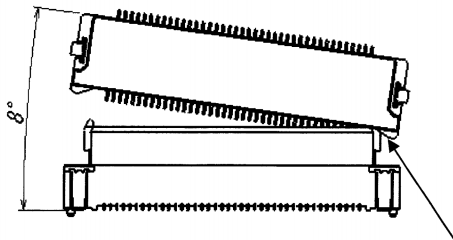

図1/ Fig.1
- ・誘い込み時の角度は図1～図2になりますので、記載角度以下で位置決めをして下さい（ロックさせない状態）。
Figure 1 and 2 show guiding angle. Please locate it below the described angle (Not lock) .